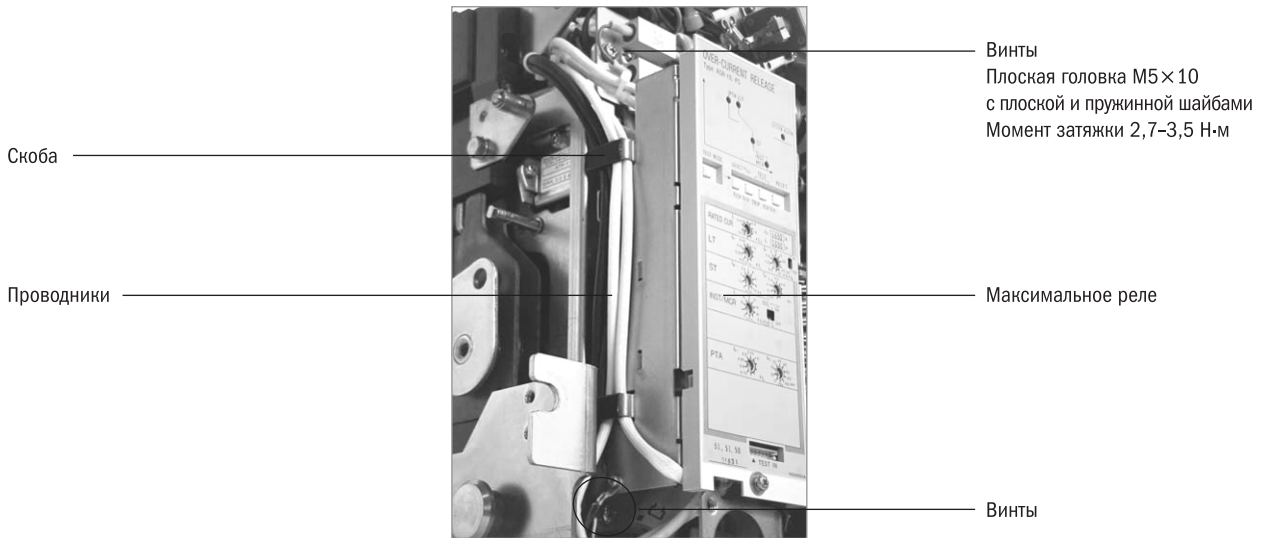

Рисунок 56. Удаление проводников из стяжки
- 5) Освободите монтажные винты максимального реле и удалите проводники из стяжки проводников. Смотри рисунок 56.